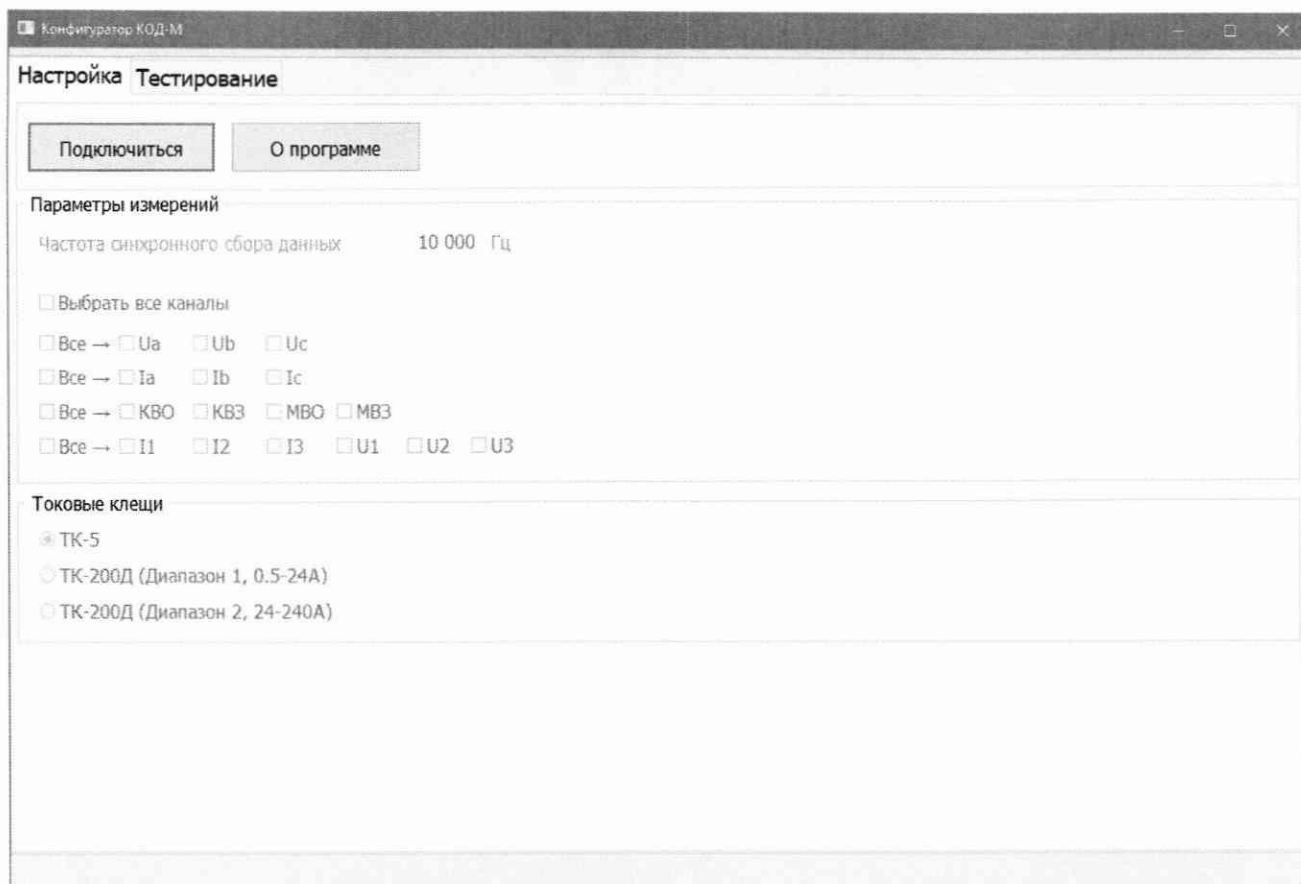

Рисунок 1 – Стартовая экранная форма программы «Конфигуратор КОД-М»
9.1 В главном окне программы «Конфигуратор КОД-М» (рис. 1) нажать кнопку «О программе».
10.1.4 Установить на комплексе КОД-М режим измерения силы переменного тока на пределе 5 А с токовыми клещами ТК-5, для чего на вкладке «Настройка» (рисунок 1) выбрать соответствующее значение в меню (выбор предела и канала - поставить галочку), как показано на рисунке 2.